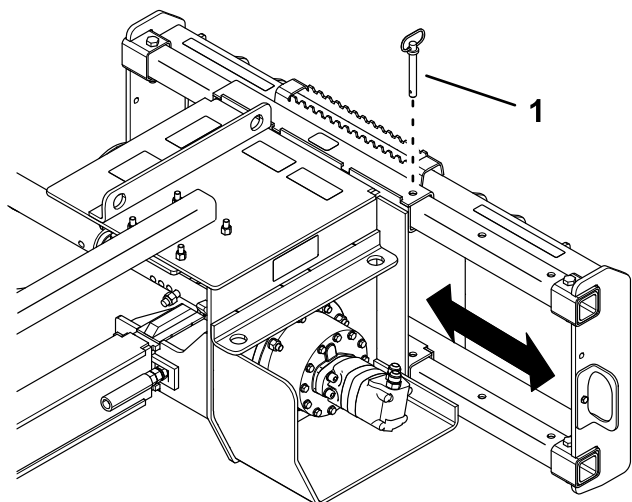

Рисунок 7
2. Извлеките штифт из верхней части траншеекопателя (Рисунок 7).